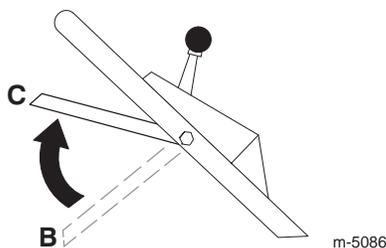

Figure 18
3. Ramenez la barre de commande à la position centrale, 12,7 cm environ au-dessous de la barre transversale du guidon (position **C** de la Fig. 18).
4. Relâchez la barre de commande (position **B** à la Figure 18).